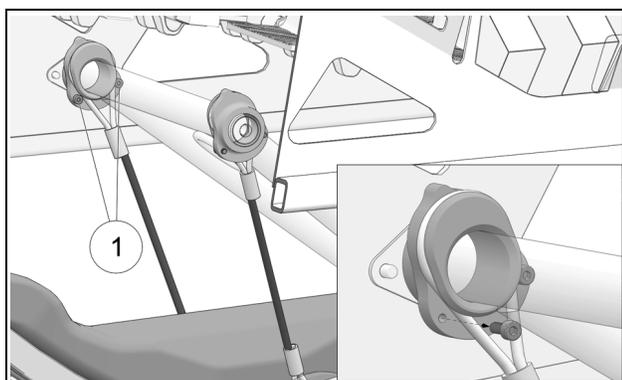

Figure 14
- À l'aide d'une clé Allen 3 mm, retirer un des deux boulons (1) de la came tendeur supérieure du câble. Figure 14.